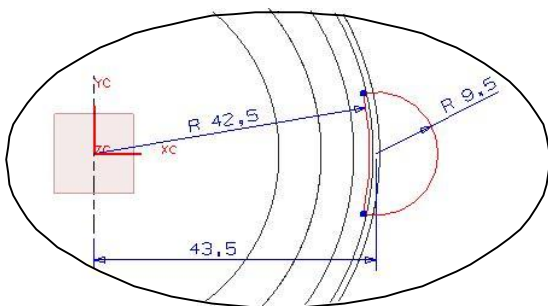

图5-63
13. 在【成形特征】工具条中单击【草图】按钮，弹出【基准平面】悬浮工具条。单击【基准平面】按钮，弹出【基准平面】对话框。单击【XC-YC】按钮，在【偏置】输入框中输入“19”，最后依次单击【确定】和【确定】按钮进入二维草图界面，绘制图 5-63 所示的草图轮廓。